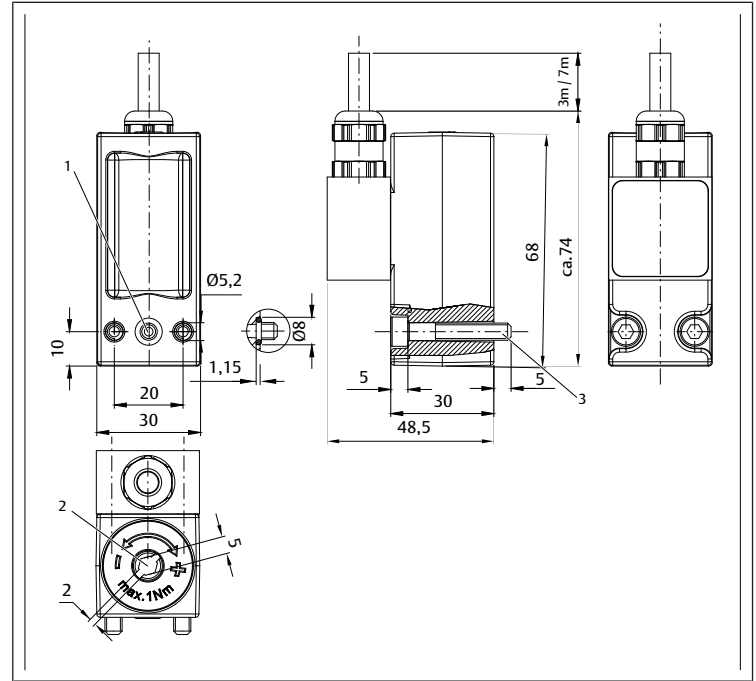

Abb. 1: Pneumatischer Anschluss Flansch
- Flanschanschluss M5: $M_A = 2,5^{+0,5}$ Nm (siehe → Abb. 1)